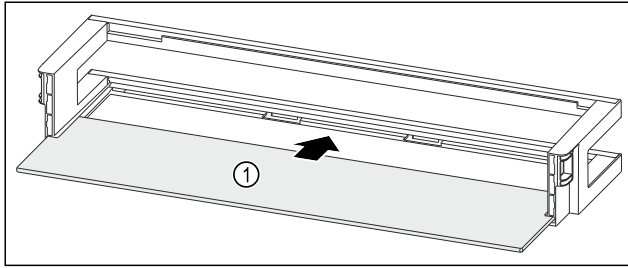

Fig. 87 Deurrek met draagplateau
- ▶ Draagplateau Fig. 87 (1) in de zijdelingse inkepingen schuiven.